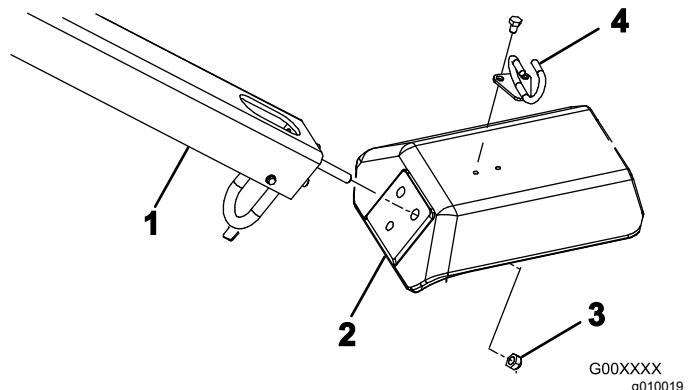

Figure 4
- Insérez les goujons de fixation du timon dans les trous de la fourche (Figure 4).
- Fixez les goujons à la fourche avec 3 contre-écrous (1/2") (Figure 4)
- Montez le guide-câble en haut de la fourche avec 2 boulons (5/16 x 1/2") (Figure 4).